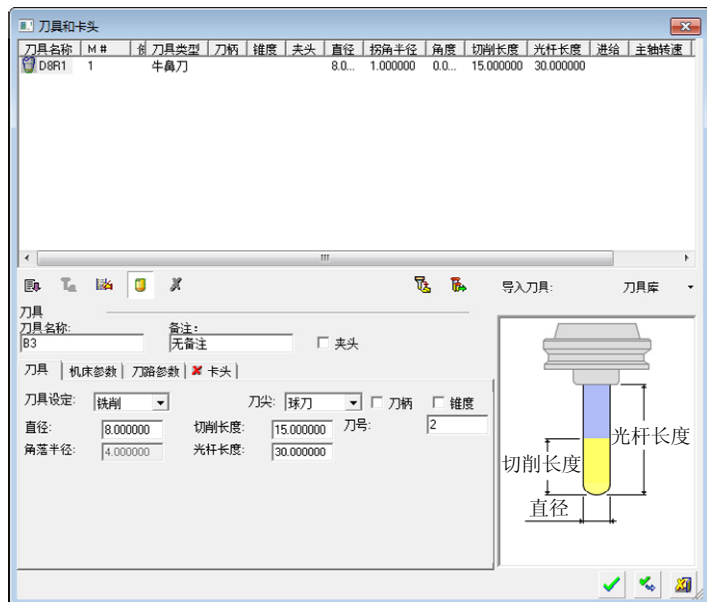

图 4-41 创建 B3 球刀
2) 创建 B3 球刀。单击“加工向导”工具栏上的“刀具”按钮，弹出“刀具和卡头”对话框，单击新刀具按钮，设置刀具参数如图 4-41 所示。依次单击